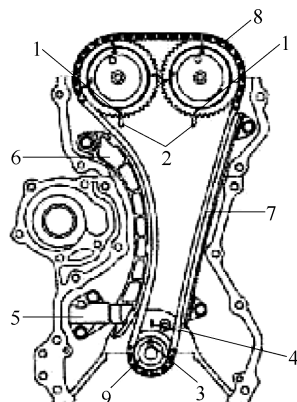

图 6-38 正时链拆卸顺序
2) 通过转动曲轴分别将进气和排气凸轮轴正时链轮标记1与气缸盖上槽口2对准，并将曲轴链轮键3与气缸体上切口标记对准，如图6-38所示。
- 3) 拆卸正时链条张紧器调节器5，如图6-38所示。
- 4) 拆卸正时链条张紧器6，如图6-38所示。
- 5) 拆卸正时链条导杆7，如图6-38所示。
以上拆卸涉及部件如图 6-38 所示。